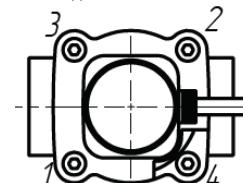

Рис. 2
5) Затянуть 4 болта М4 в определенной последовательности согласно Рис. 2. Усилие затяжки 0,5 Н·м.